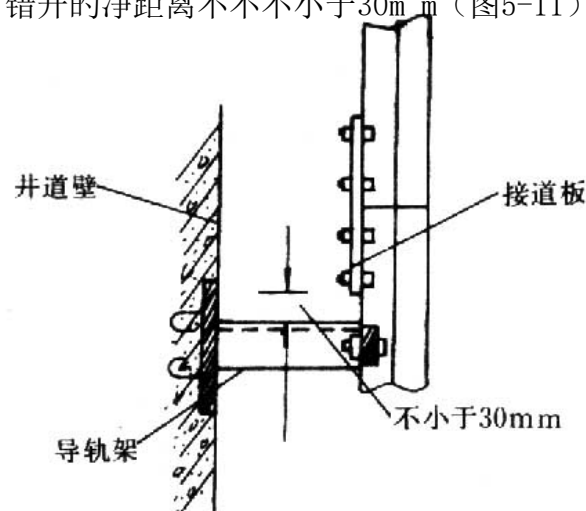

图5-11
3.2.3 在确定导轨支架位置的同步，还要考虑导轨连接板（接道板）与导轨支架不能相碰。错开的净距离不小于30mm（图5-11）。